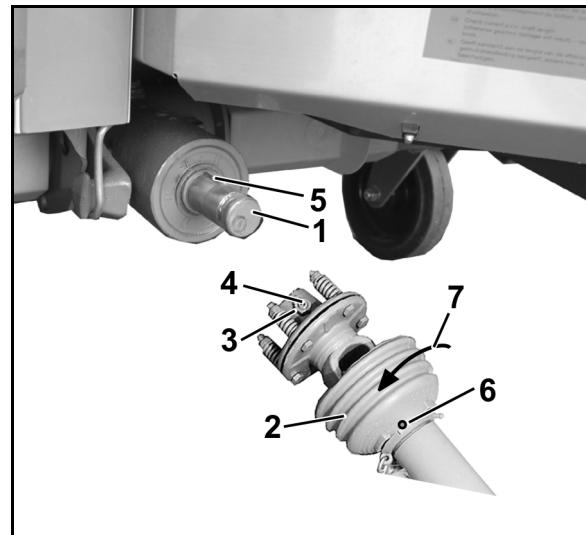

Рис. 36
- Очистите первичный вал редуктора (Рис. 36/1).
- Выверните фиксирующий винт (Рис. 36/6).
- Поверните защитную воронку (Рис. 36/2) в положение для монтажа (Рис. 36/7).
- Ослабьте контргайку (Рис. 36/3) на соединительной вилке фрикционной муфте (настолько чтобы установочный винт больше не выступал над контргайкой), выверните установочный винт с внутренним шестигранником (Рис. 36/4) и проверьте, легко ли надевается соединительная вилка на приводной вал.
Обращайте внимание на полное перекрытие призматических шпонок (Рис. 36/5)!
- Зафиксируйте карданный вал от осевого смещения. Для этого прочно затяните торцовым шестигранным ключом установочный винт и законтрите гайкой (Рис. 36/3).
2. Ослабьте контргайку (Рис. 36/3) на соединительной вилке фрикционной муфты. Вывинтите установочный винт (Рис. 36/4).